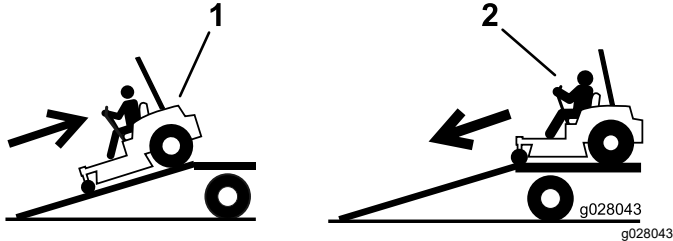

Figure 46
4. Montez la rampe en marche arrière (Figure 46).
2. Descendez la rampe en marche avant (Figure 46).